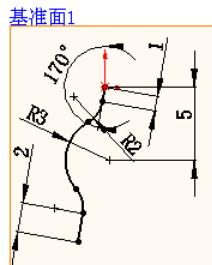

图 8.22 横断面草图
(2) 定义特征的横断面草图。
① 定义横断面草图。在草图环境中绘制图 8.22 所示的横断面草图。
② 选择下拉菜单 **插入(I)** → **退出草图** 命令，退出草图环境，系统弹出“斜接法兰”对话框。
(3) 定义斜接法兰参数。
① 定义法兰位置。在 **法兰位置(N)** 区域中单击“折弯在外”按钮 D 。
② 定义缝隙距离。在 **缝隙距离(N):** 区域的 3.0 文本框中输入 3.0；其他采用系统默认设置值。
(4) 单击 \checkmark 按钮，完成斜接法兰 1 的创建。